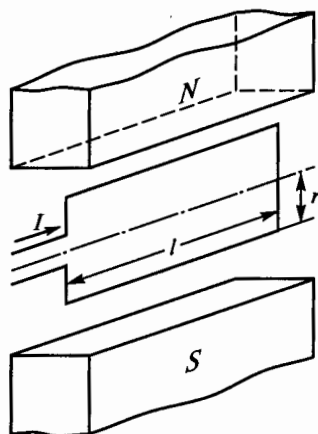

Рис. 61
**2.37.Р.** Каков момент, развиваемый рамкой с током, расположенной в магнитном поле на рис. 61, если  $I = 5$  А,  $l = 0,2$  м,  $r = 0,1$  м,  $B = 0,6$  Тл, а плоскость рамки совпадает с направлением силовых линий?